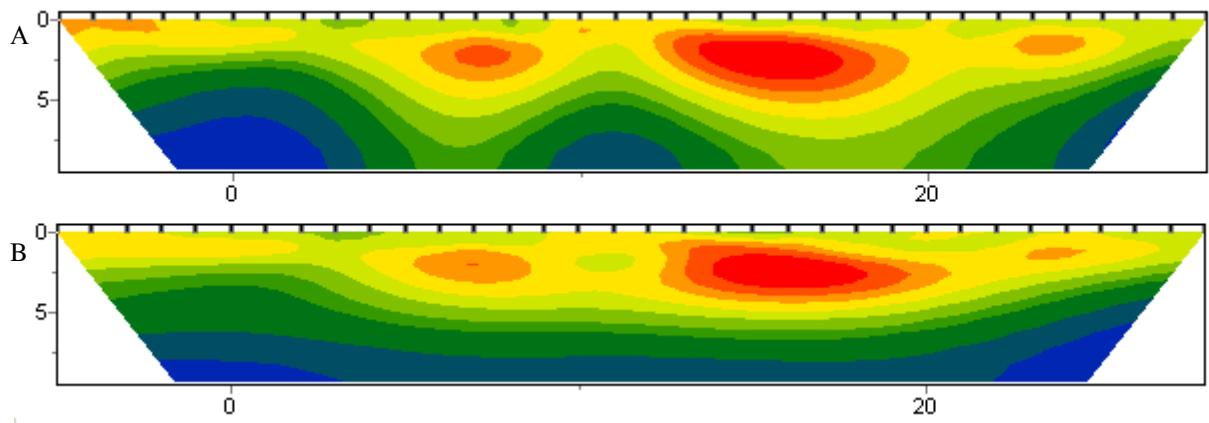

Fig. 48. Geoelectric model as a result of “smooth” inversion with Smoothness ratio parameter: 1 (A) and 0.3 (B).
**Smoothness ratio** – specifies smoothness ratio in horizontal and vertical direction. Set this parameter larger than 1 for vertically-layered subsurface and smaller than 1 for horizontally-layered one. Usually this parameter value ranges from 0.2 to 1 (fig. 48).
**Smoothness ratio** – определяет соотношение степени сглаживания в горизонтальном и вертикальном направлениях. Для горизонтально-слоистых структур используйте значения этого параметра  $<1$ , для вертикально-слоистых  $>1$ . Обычно, для этого параметра, используются значения от 0.2 до 1 (рис.48).